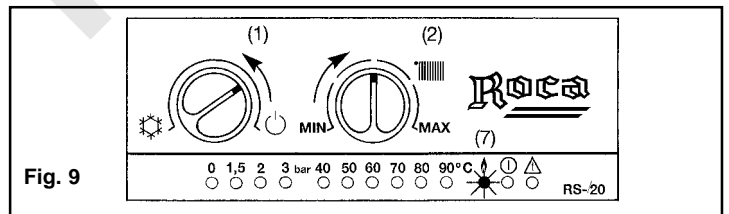

Fig. 9
Gire el conmutador (1) a la posición de invierno (❄). Ver fig. 9. Si hay demanda de calefacción, la caldera se pondrá en marcha y el piloto de color naranja (7) se iluminará, indicando que la caldera está funcionando. La temperatura aumentará hasta alcanzar la máxima seleccionada.